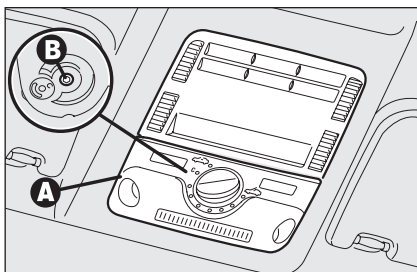

fig. 88
- appuyer en correspondance des repères sur le plafonnier pour décrocher les ressorts et enlever le plafonnier avant **A-fig. 88**.